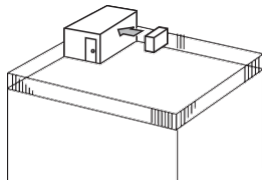

Fig. 2-2
- 1 Orientar la salida de aire hacia la pared más cercana disponible, a unos 35 cm de distancia de la pared. (Fig. 2-2)